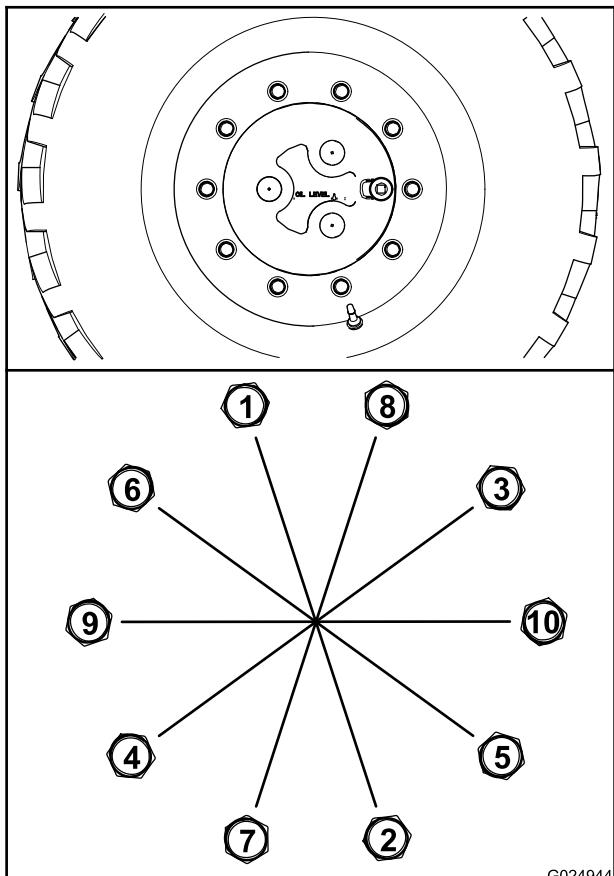

Figura 88
- Serrate tutti i dadi delle ruote a una coppia di 100 N·m nella sequenza illustrata in Figura 88.
- Serrate tutti i dadi a una coppia di 200 N·m nella sequenza illustrata in Figura 88.
- Serrate tutti i dadi a una coppia di 300 N·m nella sequenza illustrata in Figura 88.